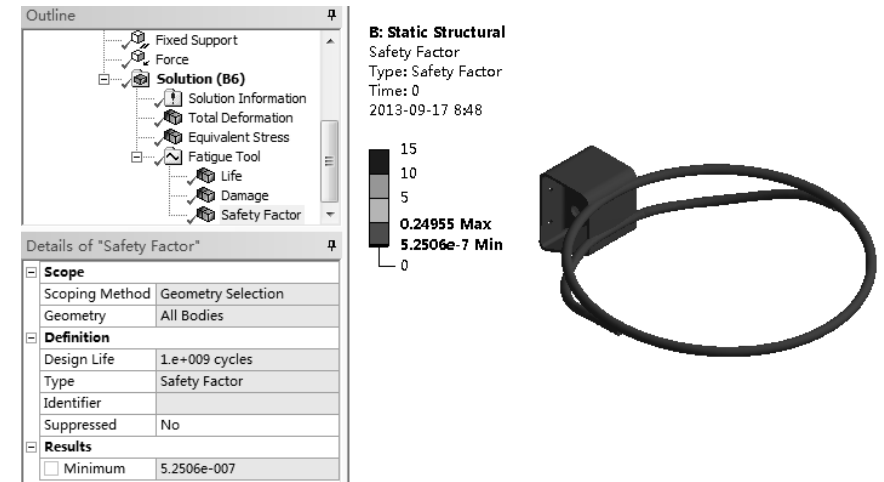

图 7-41 安全系数云图
4) 安全系数云图。在【Outline (分析树)】中选择【Solution (B6)】节点，单击其下的【Safety Factor】项，在图形窗口显示出安全系数云图，如图 7-41 所示。